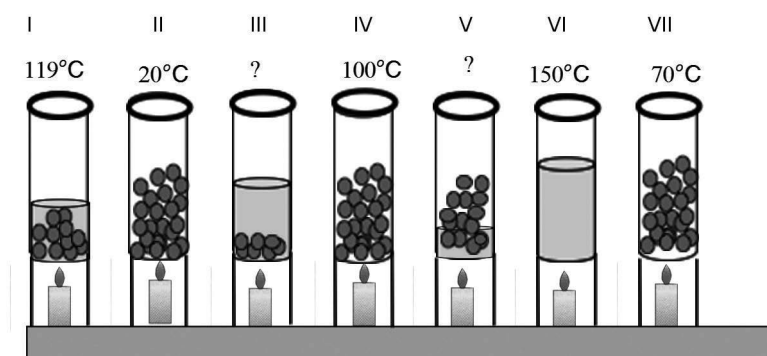

Figura 6.4: Fusão do sólido.
1. Inicialmente no estado sólido, certo material é aquecido em um tubo e a sua temperatura é anotada a cada minuto, conforme está ilustrado na **Figura 6.4**, a seguir:
- c) Quais são as temperaturas correspondentes aos tubos III e V da **Figura 6.4**?
- e) Consultando a **Tabela 6.2** a seguir, identifique a substância que está nos tubos da **Figura 6.4**.